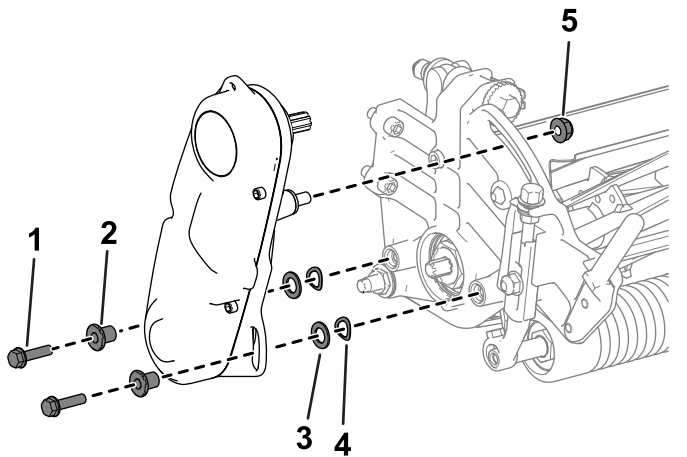

Figure 3
1. Retirez les fixations qui maintiennent le système d'entraînement du cylindre sur la plaque latérale (Figure 3).
2. Déposez l'entraînement du cylindre, les rondelles plates, les rondelles élastiques et les entretoises de la plaque latérale (Figure 3).